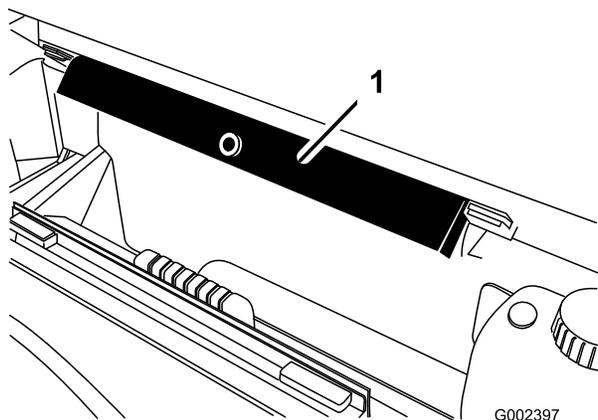

Рисунок 12
2. Извлеките предохранительную опору из кронштейнов для хранения на задней стороне панели системы защиты при опрокидывании (Рисунок 12).